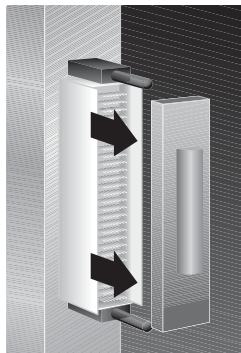

Abbildung 1. Entfernen der Anschlussstiftabdeckung
1. Die Abdeckung der Anschlussstifte an der Rückseite des Pass-Through-Moduls abnehmen, siehe Abbildung 1, Entfernen der Anschlussstiftabdeckung.